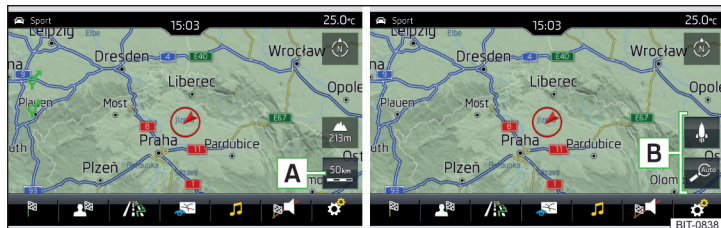

Fig. 196 Superficies funcionales para el cambio de la escala del mapa
► Pulse la superficie funcional **A** » fig. 196.
En el área **B** » fig. 196 se visualizan las superficies funcionales para el cambio de escala del mapa.